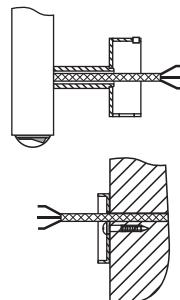

Рис. 10
- 3.9 Подготовить концы проводов для последующего соединения и зачистить их (рис. 10).